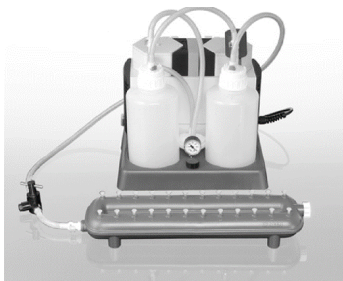

Bild 2. QIAvac 24 Plus, QIAvac Connecting System och vakuumpump
QIAamp Mini-kolonner bearbetas i QIAvac 24 Plus med VacConnectors för engångsbruk och VacValves för flergångsbruk. VacValves (tillval) sätts in direkt i QIAvac 24 Plus-grenrörets luerfack, vilket ger en stadig flödes hastighet som möjliggör parallellbearbetning av olika provvolymmer. De bör användas för att säkerställa ett konsekvent vakuum om provflödes hastigheterna avviker avsevärt från varandra. VacConnectors är engångskopplingar som passar mellan QIAamp Mini-kolonner och VacValves eller mellan QIAamp Mini-kolonner och luerfacken på QIAvac 24 Plus. De förhindrar direkt kontakt mellan spinnkolonnen och VacValve under reningen, vilket förebygger korskontamination mellan proverna. VacConnectors kasseras efter en användning. På grund av de stora lösningsvolymmer som används krävs QIAvac Connecting System (eller en liknande lösning med avfallsflaskor) (se Bild 2).
- Vakuumptrycket är tryckskillnaden mellan insidan av vakuumpgrenröret och atmosfären (standardatmosfärtryck 1013 millibar eller 760 mm Hg) och kan mätas med QIAvac Connecting System (se Bild 2). Protokollen kräver en vakuumpump som kan skapa ett vakuum på  $-800$  till  $-900$  mbar (t.ex. QIAGEN Vacuum Pump). Undvik högre vakuumptryck. Lägre vakuumptryck än det som rekommenderas kan minska utbytet av och renheten hos nukleinsyrorerna och ökar risken för blockerade membran.